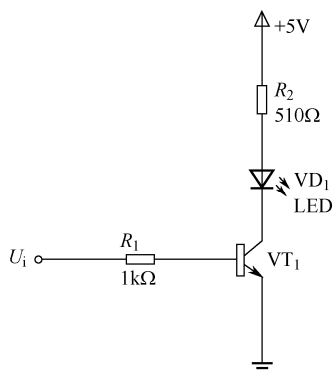

图 4-4 电路搭建（一）
(1) 按照图 4-4 所示的电路图正确搭建电路。
(2) 观察图 4-4 中的电路，并将观察现象填入表 4-1 中。